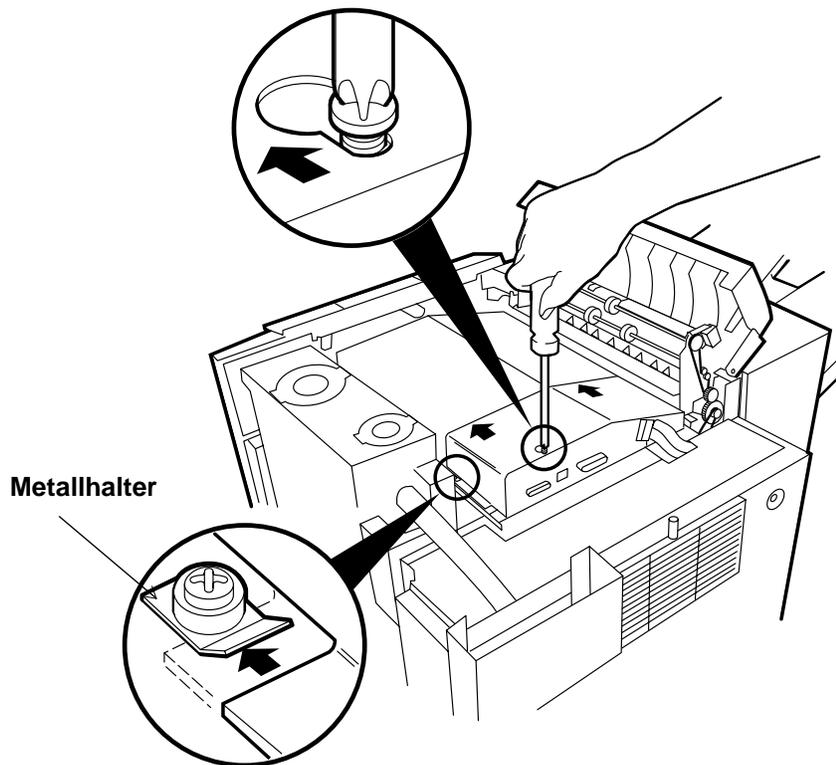

Abbildung 4-42 Speicherabdeckung wieder anbringen
10. Bringen Sie die Speicherabdeckung wieder an. Die Abdeckung muß dabei auf beiden Seiten unter den Metallhalter geschoben werden (siehe Abbildung 4-42).